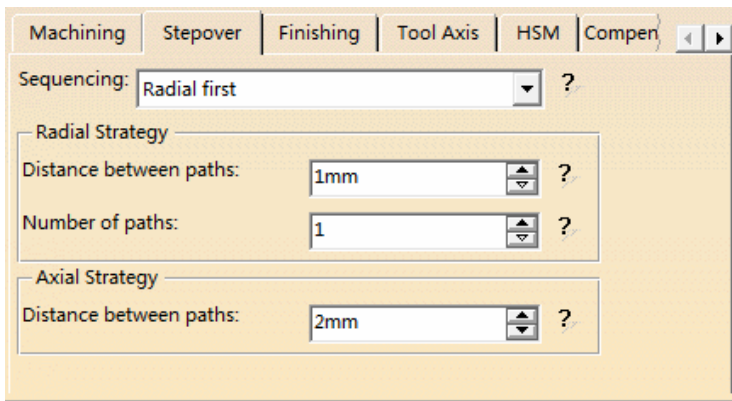

图 5-115 “Stepover”选项卡
- 单击“Stepover”选项卡，在“Sequencing”下拉列表中选择“Radial first”，其他参数如图 5-115 所示。